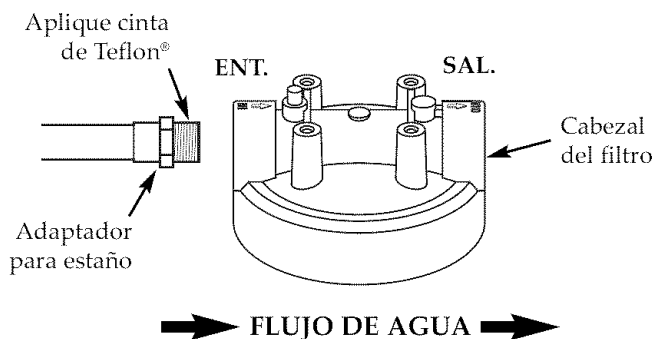

Figura 12
6. Cuando se haya enfriado el metal, aplique 4 vueltas de cinta de Teflon® a la rosca del adaptador para estaño. (Vea la Figura 12.)
7. Con el lado de la **ENTRADA (IN)** del filtro **hacia el agua entrante**, enrosque cuidadosamente el cabezal del filtro en el adaptador para estaño. (Vea la Figura 12.) Evite estropear la rosca o apretar demasiado para no agrietar el cabezal del filtro.